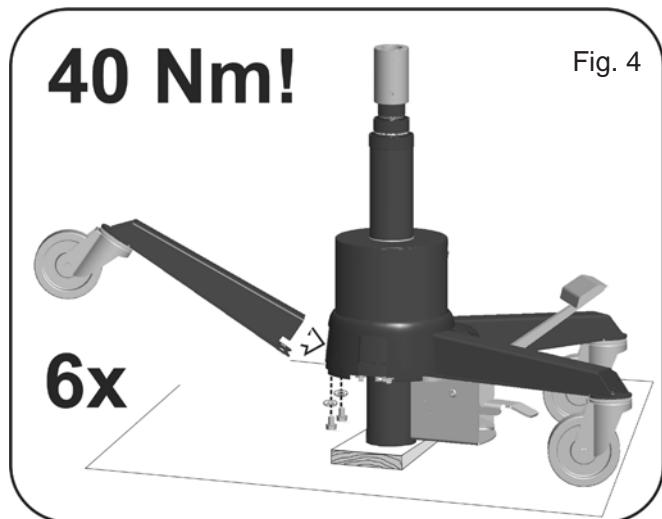

Fig. 4
6. Anschließend die Hydraulik senkrecht stellen mit unterstütztem Zylinderboden (Abb. 4).
7. Die 3 übrigen Beine unter dem Boden (Abb. 4) mit Schrauben M10 und Unterlegscheiben befestigen und mit 40 Nm anziehen.
6. Lever alors l'unité hydraulique en soutenant le fond du cylindre (fig. 4).
7. Monter les 3 pieds restants sous le fond (fig. 4) avec les vis M10 et les disques et serrer à un couple de serrage de 40 Nm.